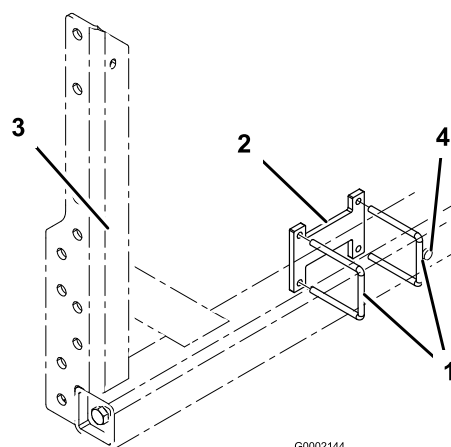

Figura 2
1. Instale 2 cavilhas em U e um espaçador na estrutura da rampa como se mostra em Figura 2. Posicione o conjunto para a frente na estrutura da rampa de forma